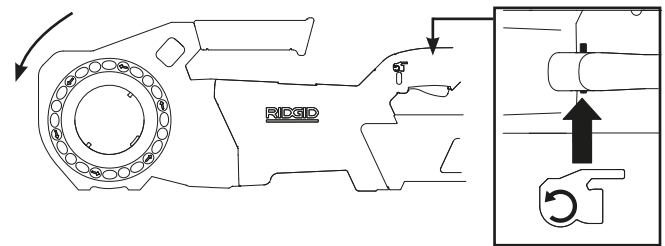

Figure 5B – Inverseur en position « Marche Arrière » (sens anti-horaire)
• Répétez ce processus avec l'inverseur en position « Marche Arrière (Figure 5B). Si le système d'entraînement ne tourne pas dans le sens voulu, ou que sa gâchette marche/arrêt ne fonctionne pas correctement, faites réparer l'appareil avant de l'utiliser à nouveau.